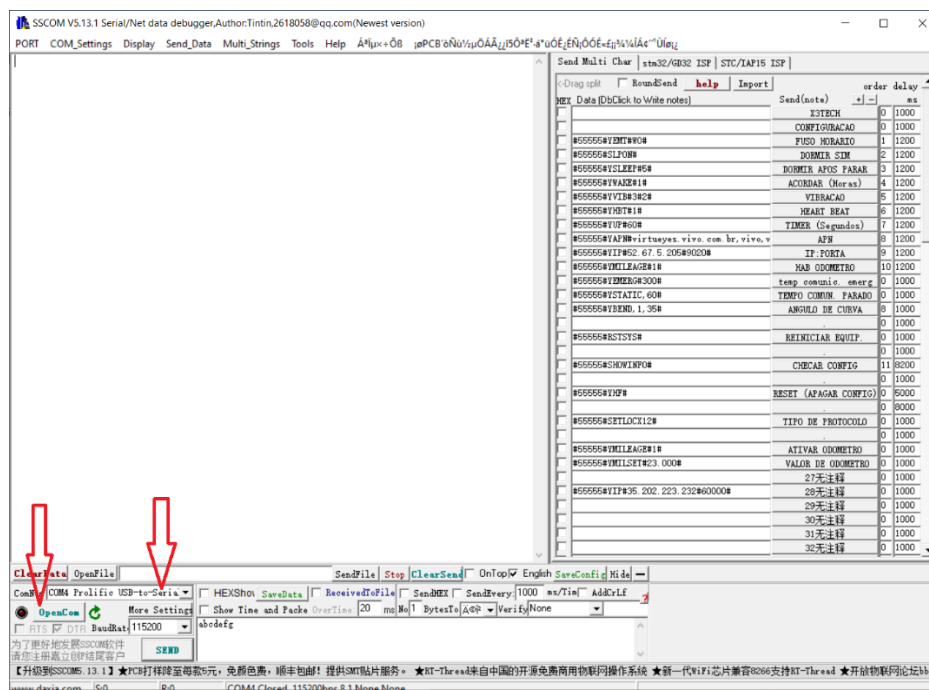

Figura 10 – Selecionar e abrir porta serial
Passo 2: Selecione a porta serial correspondente ao COMX Prolific USB-to-Serial, e a seguir clique no ícone OpenCom, conforme setas indicativas na figura 10.